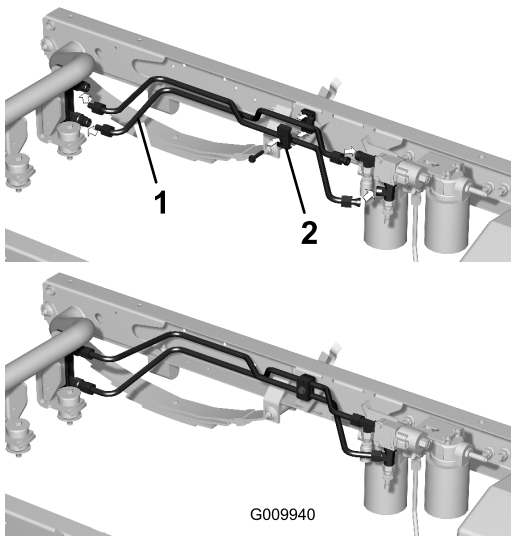

Bild 14
1. Befestigen Sie eine Hydraulikfestleitung lose an der unteren Schnellkupplung und am hinteren T-Anschlussstück am Ventil (Bild 14).
2. Befestigen Sie eine Hydraulikfestleitung lose an der oberen Schnellkupplung und am hinteren T-Anschlussstück am Ventil (Bild 14).
3. Befestigen Sie die Festleitungen mit Klemmen und einer Schraube (5/16" x 1½") und richten sie so aus, wie in Bild 14 abgebildet.